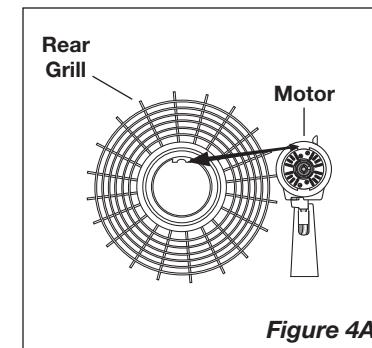

Figure 4A
2. Align tab on Plastic **Rear Grill** with groove on top of front Motor cover. (Figure 4A)
- Alinez l'onglet sur la grille arrière de plastique avec la rainure sur le dessus du couvercle avant du moteur. (FIGURE 4A)